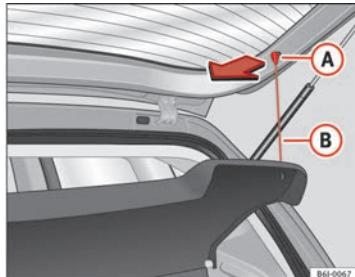

Fig. 90 Bandeja portaobjetos
- Desenganche los tirantes **⇒fig. 90 B** de los alojamientos **A**.